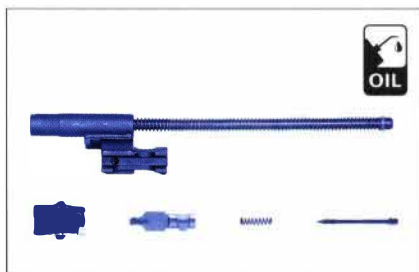

Abb. 64: Schmierstellen des Verschlusses
2. Schmierstellen des Verschlusses einölen (Abb. 64).